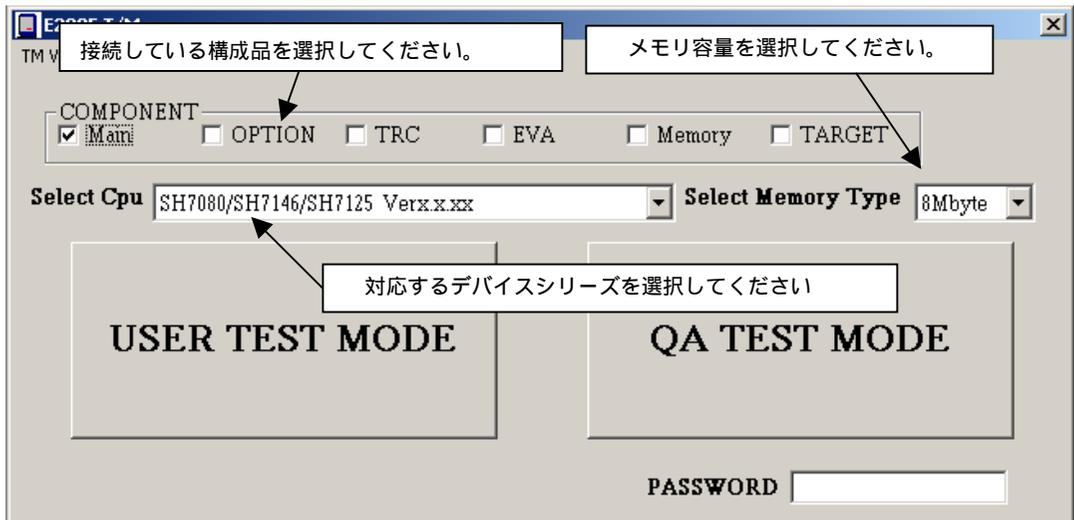

図 3.6 E200F システムオペレーションテストのスタート画面
- (2) E200F エミュレータの電源を ON してください。
- (3) [スタート]メニューの[プログラム]から[E200F TM]->[E200F TM]を選択してください。
- (4) E200F 診断プログラムが起動します。図 3.6 に示すスタート画面になります。